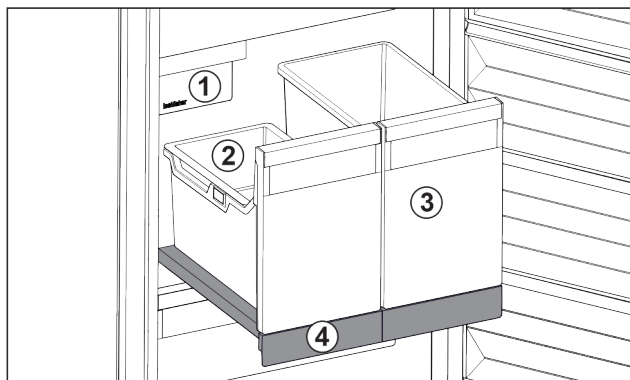

Fig. 27 Vyťahovacia polička s IceTower
- (1) IceMaker
- (2) Závesná miska na kocky ľadu
- (3) Nádoba napríklad na pizzu, alkoholické nápoje
- (4) Vyťahovacia polička
Na vyťahovacej poličke sú dve vysoké nádoby (IceTower). V nádobe Fig. 27 (2) sa hromadia a skladujú kocky ľadu z IceMaker. Nádoba Fig. 27 (3) sa hodí na skladovanie vysokých potravín, ako sú pizze alebo alkoholické nápoje.